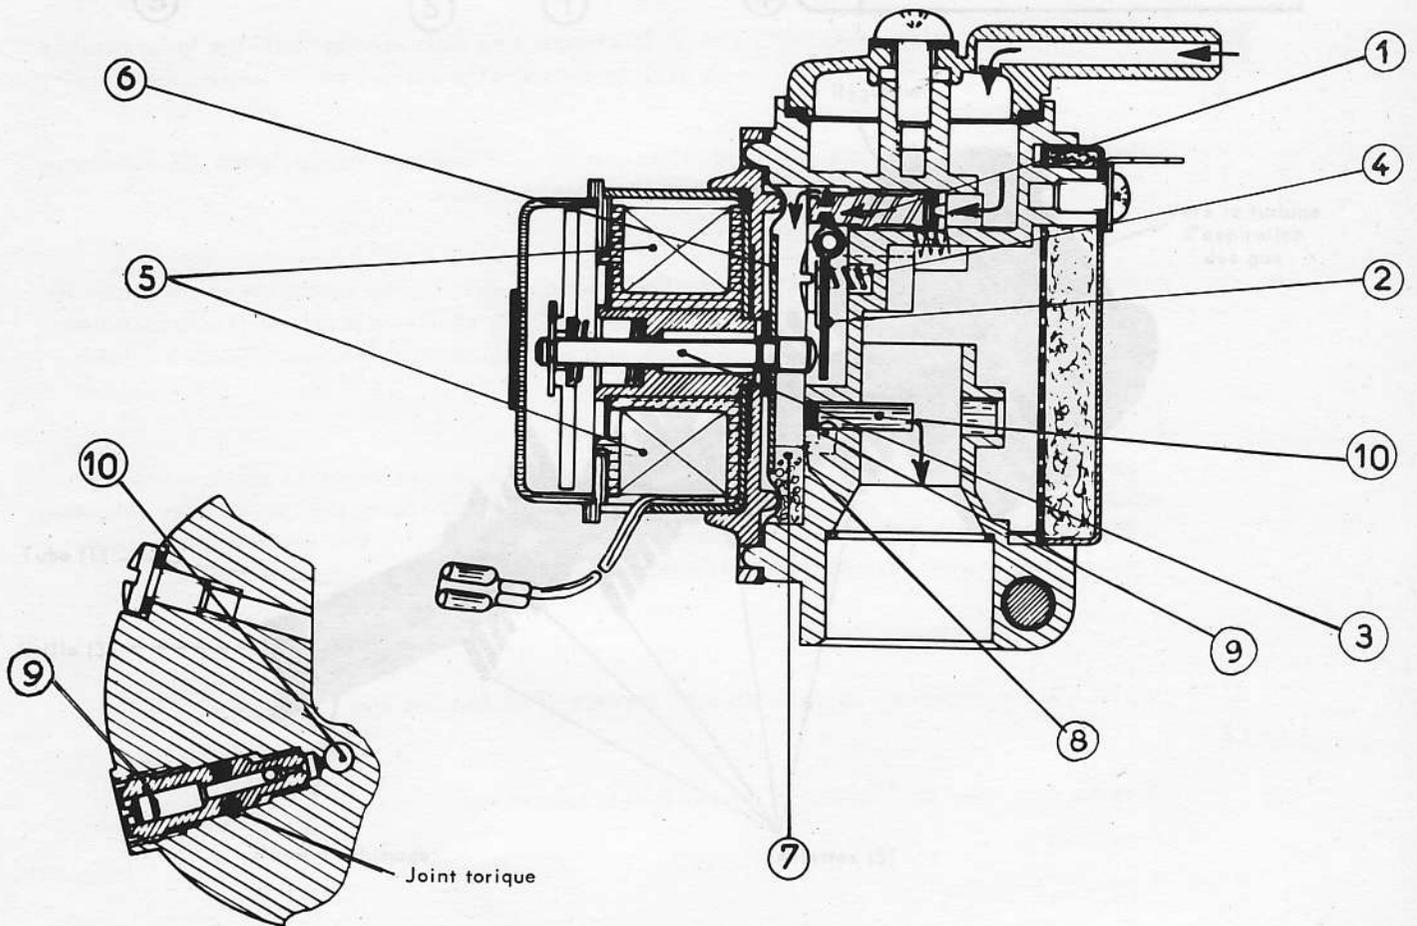

Fig. 13 : CHAMBRE DE COMBUSTION
- Chambre de combustion (Figure 13) :